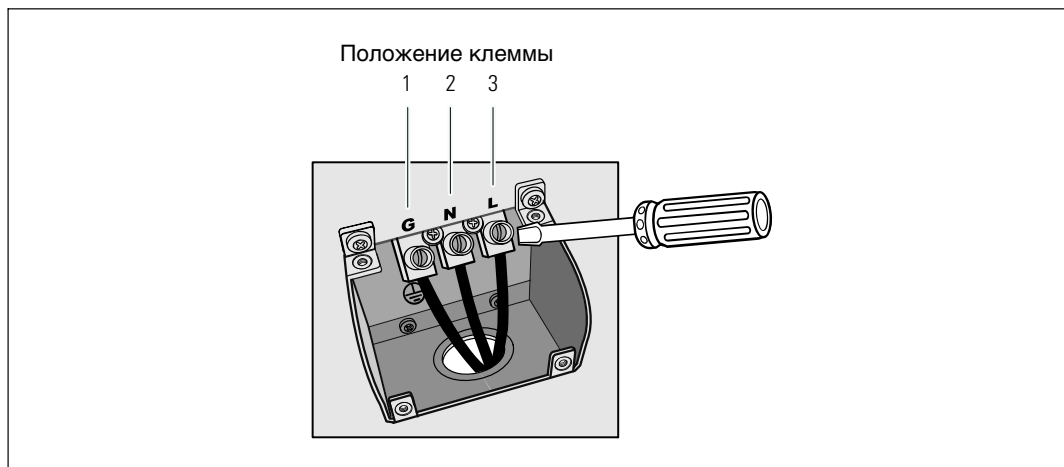

Рисунок 19. Входная клеммная колодка ИБП
- 6 Подключите входной и заземляющий провода к клеммной колодке в соответствии с Рисунок 19 и Таблица 1.